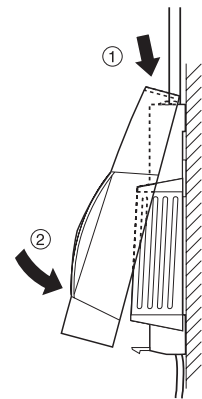

Figura 4: Colocar la tapa de la caja
- ▶ Ponga la tapa en la parte superior de la caja y apriete en la parte inferior (véase Figura 4).